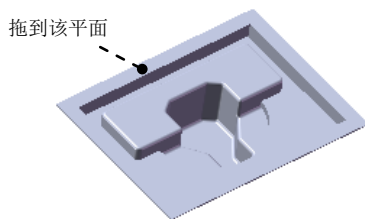

图 16.2.38 成形特征 1
Step3. 创建图 16.2.38 所示的成形特征 1。
(1) 单击任务窗格中的“设计库”按钮 ，打开“设计库”对话框。
(2) 单击“设计库”对话框中的  **ch15** 节点，在设计库下部的列表框中选择“hinge_shaped_tool_01_01”文件，并拖动到图 16.2.38 所示的平面，在弹出的“成形工具特征”对话框中单击  按钮。